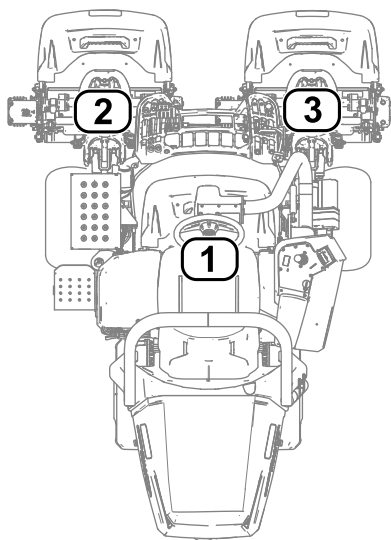

Figura 31
- **1** se refiere a la unidad de corte central (Figura 31)
- **2** se refiere a la unidad de corte delantera izquierda (Figura 31)
- **3** se refiere a la unidad de corte delantera derecha (Figura 31)